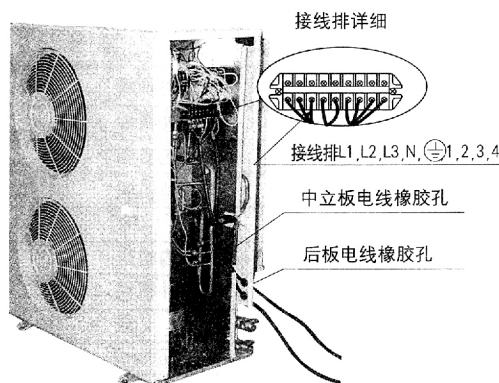

图 15 （此图仅作参考）
- (1) 拆下室外机接线盖板。
- (2) 如图 15 所示，按电气原理图接线。
- (3) 三相机型设有欠相、错相保护。当三根相线一根断路或三根相线顺序不对时，机器将不能正常运转。此时应：